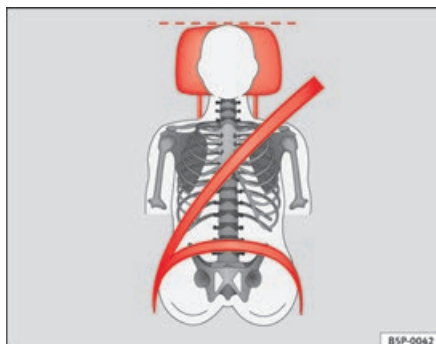
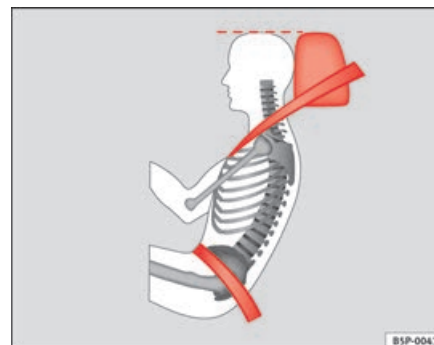

Fig. 92 Vista de frente:
Fig. 93 Vista de lado:
- Ajustar os encostos de cabeça de modo a que o rebordo superior do encosto fique alinhado com o alto da sua cabeça, no mínimo à altura dos olhos ⇒ fig. 92 e ⇒ fig. 93.